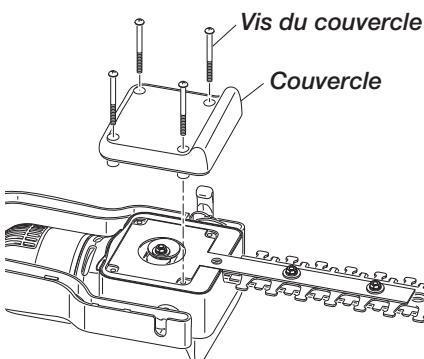

Figure 17 - Retrait du couvercle sous le corps du taille-haie
2. Placez le taille-haie à l'envers sur un plan de travail et retirez les quatre (4) vis du couvercle. Enlevez ensuite le couvercle (consultez la Figure 17).
10. Replacez le couvercle inférieur et fixez-le au moyen des 4 vis retirées à l'étape 2 (voir la Figure 17). Serrez solidement ces vis.